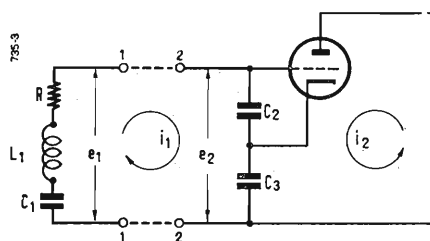

Fig. 1 - Circuito fondamentale dell'oscillatore Clapp.
IL CIRCUITO fondamentale dell'oscillatore che descriviamo, dovuto a J. K. Clapp (1), è rappresentato in fig. 1. Il circuito oscillante consiste nel bipolo accordato in serie $L_1 - C_1$, che va considerato come tutt'uno con la resistenza R , la quale rappresenta tutte le perdite del circuito, ed i condensatori di reazione C_2 e C_3 .
Esaminando ancora la [3], si vede chiaramente che il suo valore assoluto non può raggiungere l'unità, ma sarà sempre maggiore. In altri termini, la frequenza dell'oscillatore non potrà in nessun caso essere quella propria del circuito accordato in serie ($L_1 - C_1$), ma sarà leggermente superiore. Se essa fosse la stessa del circuito accordato $L_1 - C_1$, il bipolo $L_1 - C_1 - R$ (fig. 1) equivarrebbe ad una pura resistenza, di valore R posta ai capi dei terminali 1-1, ed in tal caso il circuito non potrebbe oscillare.